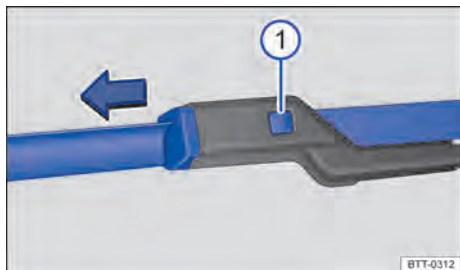

Fig. 186 Substituir as palhetas dos limpadores do para-brisa.
- Manter o botão de destravamento ⇒ Fig. 186 ❶ pressionado e, ao mesmo tempo, puxar a palheta dos limpadores do para-brisa para fora, no sentido da seta.